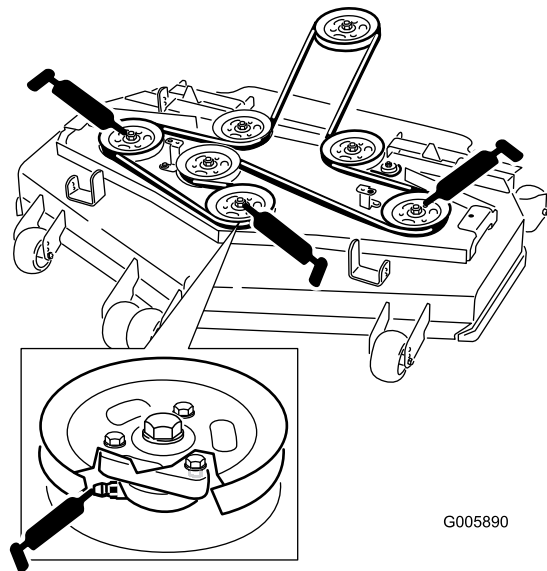

Figura 25
4. Ingrassate i tre cuscinetti dell'albero, sotto le pulegge, finché il grasso non fuoriesce dalle guarnizioni inferiori (Figura 25).
5. Ingrassate i raccordi sui bracci di spinta (Figura 25).